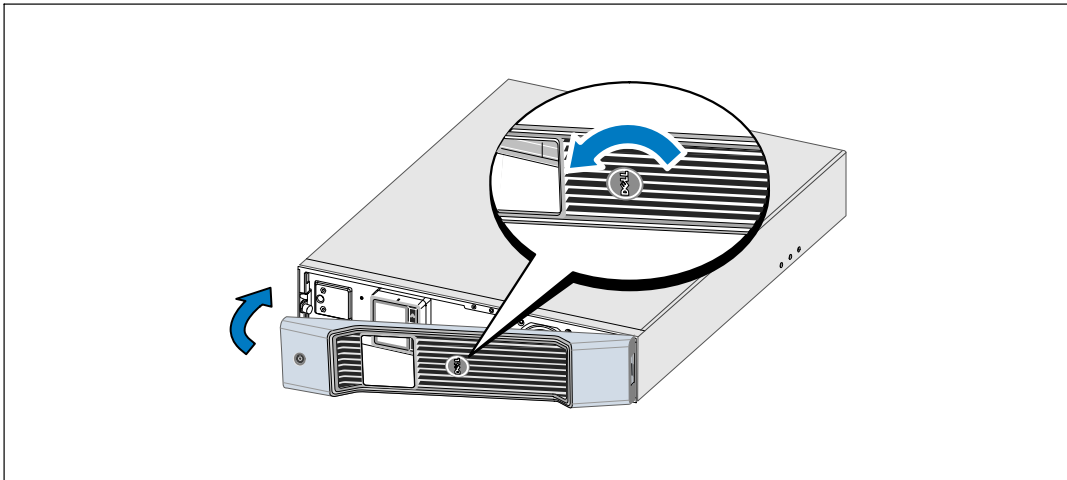

Abbildung 23. Installieren der vorderen Abdeckung der USV
- 6 Drehen Sie das Dell-Logo um 90° gegen den Uhrzeigersinn und installieren Sie die vordere USV-Abdeckung (siehe Abbildung 23).